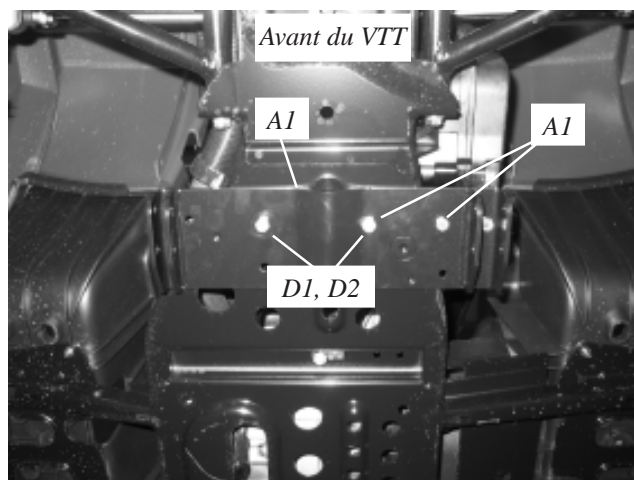

Figure 1
1. Fixez la plaque de montage de la lame et le cadre du renfort à l'aide de 2 boulons à tête hexagonale 5/16 (D2), 2 rondelles de blocage 5/16 (D1), 2 boulons hex 1/4-20 x 1 (B2) et 2 rondelles de blocage 1/4-20. Voir figures 1 et 2.
Fixez le support au cadre à l'aide du boulon indiqué à la figure 1. Ceci permet un montage plus facile du renfort (A2) au support de montage de la lame (A1).